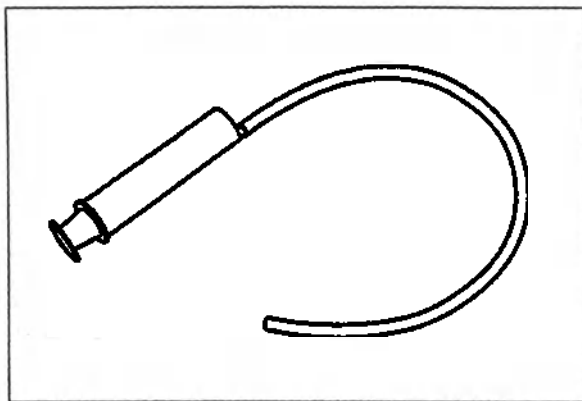

Рис. 4.85
1. Соедините входящий в комплект оборудования шприц и трубку (см. рис. 4.85).